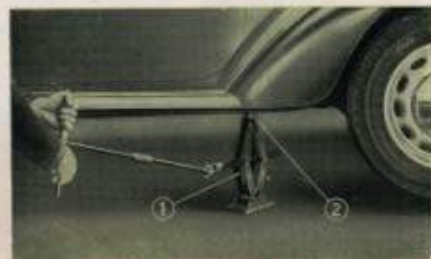

Fig. 50. Sollevamento della parte anteriore della vettura.
Per sollevare la parte anteriore della vettura, il martinello deve essere esclusivamente applicato sotto i longheroni in corrispondenza delle apposite borchie (2) (vedi fig. 50).